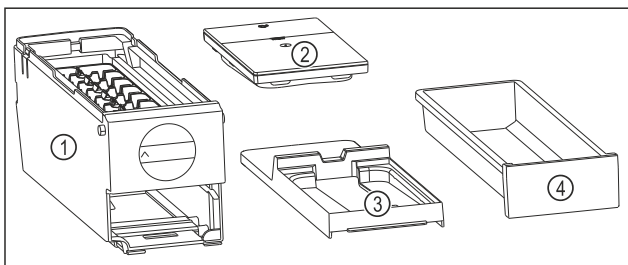

Fig. 143 Componentes del EasyTwist-Ice
- ▶ El EasyTwist-Ice está desmontado en cuatro piezas. (consulte Fig. 143)
- ▶ Desmontar el EasyTwist-Ice solo en los componentes mostrados. (consulte Fig. 143)
- ▶ Limpiar el cuerpo del EasyTwist-Ice Fig. 143 (1) en su totalidad.